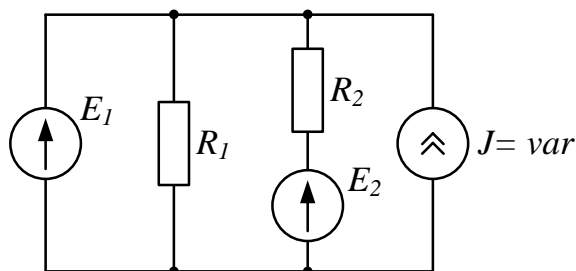

Рис. 2
- 2). Проанализировать влияние тока источника тока \mathfrak{J} на токи ветвей схемы (рис. 2).